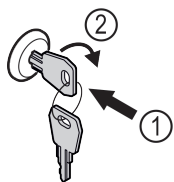

Fig. 123
- ▶ Sätt in nyckeln. Fig. 123 (1)
- ▶ Vrid nyckeln 90° medurs. Fig. 123 (2)